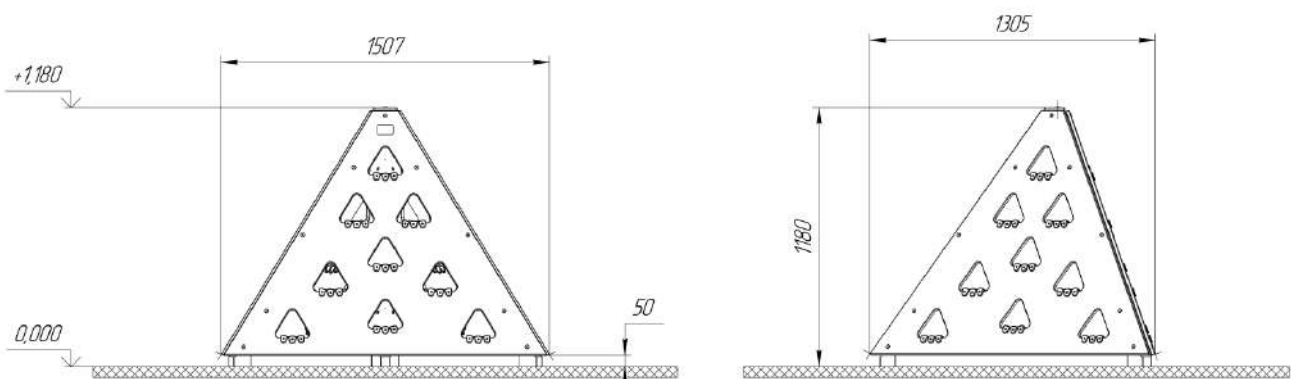

Рис. 1
12.1.4 Размеры минимального пространства для размещения оборудования и безопасные расстояния от оборудования до поверхности игровой площадки указаны на рис. 1. Размер площадки не менее 4486 x 4286 мм.